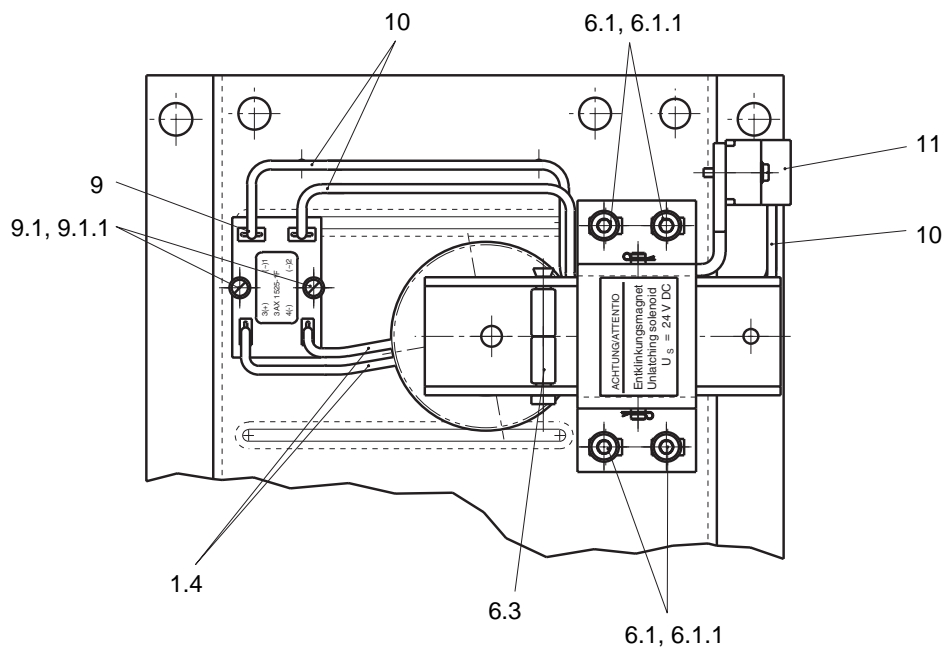

Fig. 4
9. Baugruppe (6) fixieren (Drehmoment $6 \pm 0,5$ Nm)
10. Einstellblech (7) entfernen
11. Spulenleitungen (1.4) auf Klemmenleiste (11) legen (E1/E2) (Fig. 4)
13. Abstandstück (A) entfernen